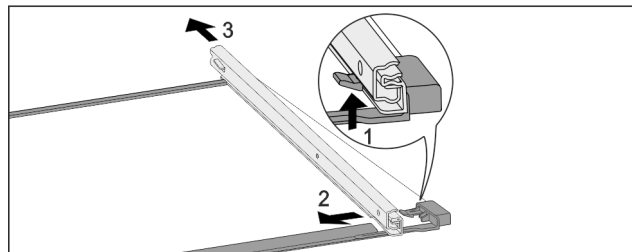

Fig. 227 Staklena ploča s vodilicama
- Prednji uskočnik pritisnite prema gore. Fig. 227 (1)
- Izvlačnu vodilicu povucite u stranu Fig. 227 (2) i prema natrag Fig. 227 (3).